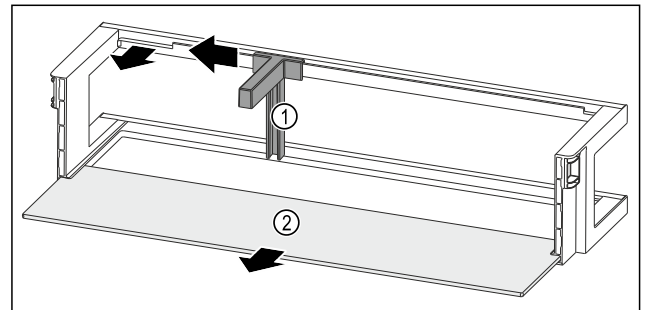

Fig. 201 Türabsteller mit Flaschenhalter und Abstellfläche
- ▶ Flaschenhalter Fig. 201 (1) bis zur Aussparung zur Seite schieben.
- ▶ Flaschenhalter Fig. 201 (1) entnehmen.
- ▶ Abstellfläche Fig. 201 (2) entnehmen.